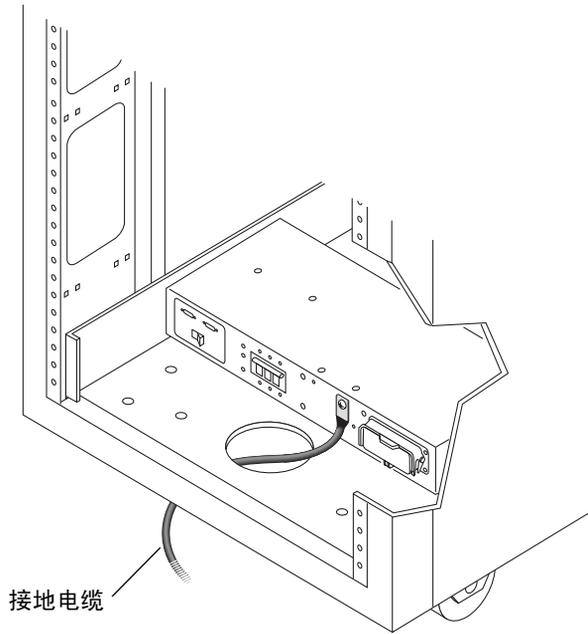

图 B-6 将接地电缆连接到前电源定序器
3. 将接地电源的另一端连接到机箱中的前电源定序器（图 B-6）。